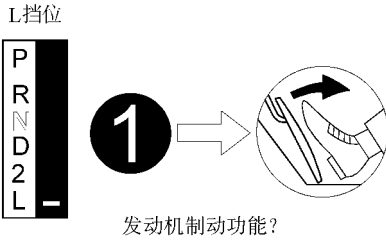

图 11-35 检查发动机制动效果
(2) 汽车在 L 挡位行驶，放开加速踏板，检查发动机的制动效果，如图 11-35 所示。